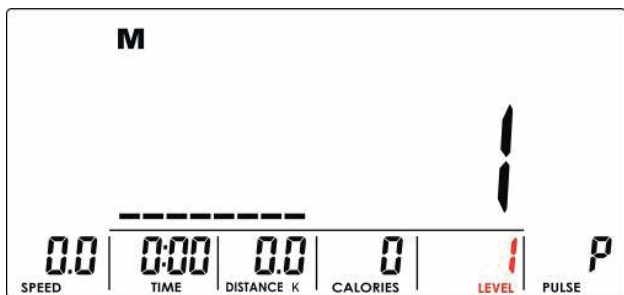

Abbildung 10
2. Stellen Sie die Belastungsstufe mit den UP oder DOWN Tasten ein (Abb. 10). Der Vorgabewert ist 1.